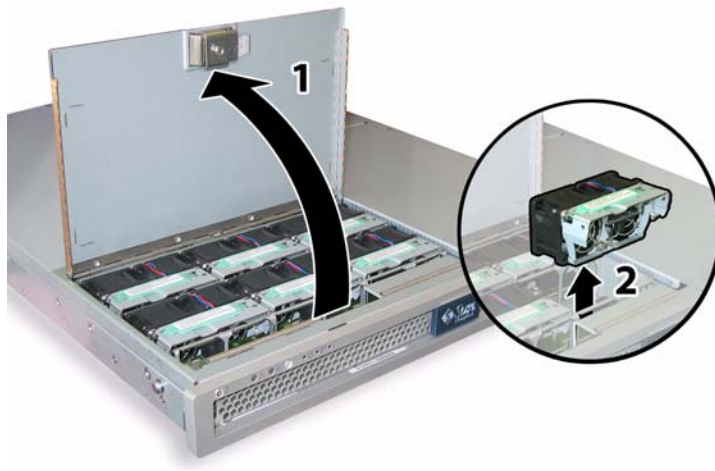

ABBILDUNG 3-18 Öffnen der Lüfterschachtklappe und Ausbauen eines Lüftermoduls
3. Öffnen Sie die Klappe des Lüfterschachts, und halten Sie sie in dieser Position. Siehe ABBILDUNG 3-18.